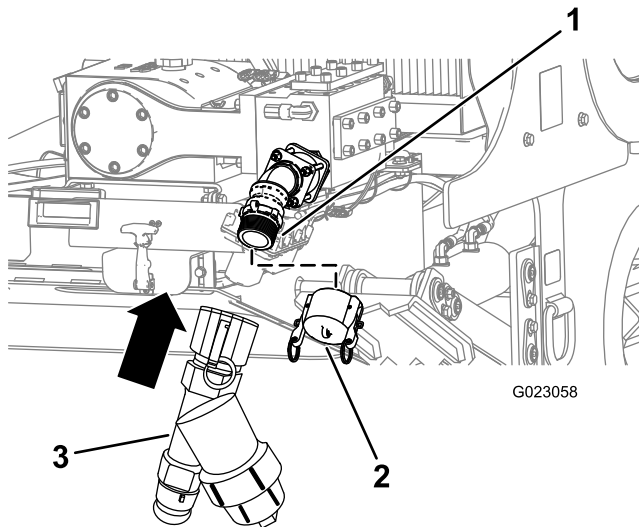

Figure 48
1. Déposez le bouchon d'entrée de la pompe (Figure 48).
2. Alignez le filtre en Y sur le filetage de la pompe (Figure 48).